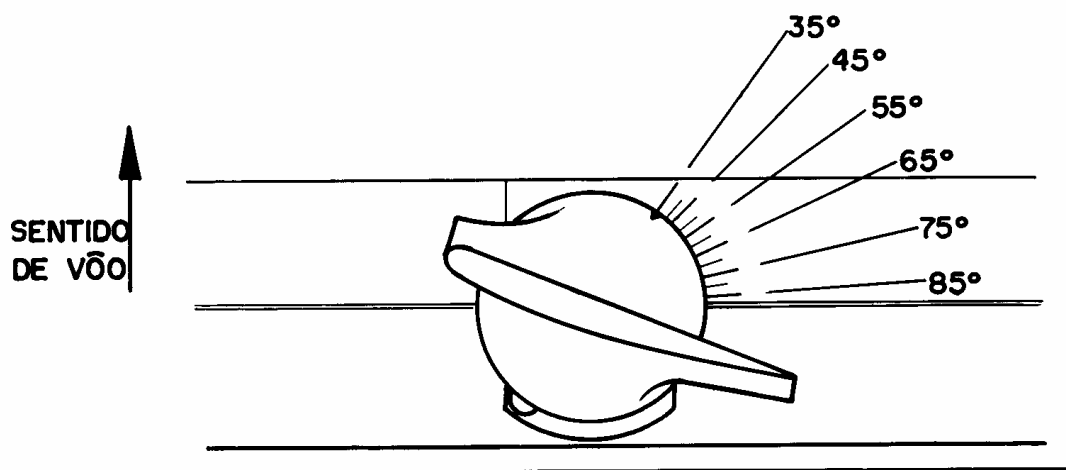

Figura 110-15. Regulagem do Ângulo das Pás
- AJUSTE DO ÂNGULO DA PÁ DA HÉLICE (Figura 110-15)